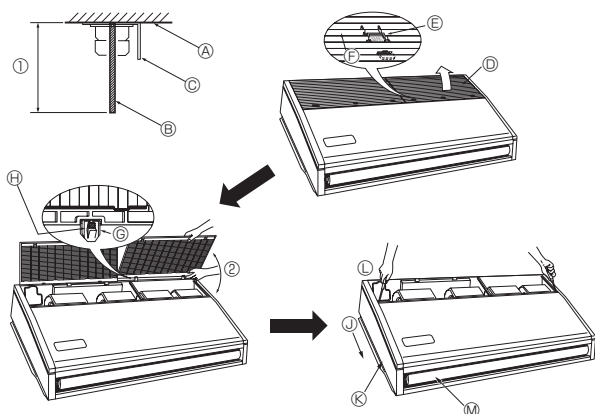

Fig. 3-4
3.2.4. Forberedelser til innendørsenhet (Fig. 3-4)